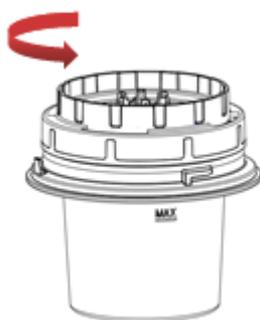

Fig. 5
7. Deconectați aparatul de la sursa de alimentare. Detașați accesoriul pentru măcinare de pe aparat, țineți paharul de măcinare cu gura în jos și rotiți-l în sens contrar acelor de ceasornic (a se vedea fig. 5), apoi goliți paharul.